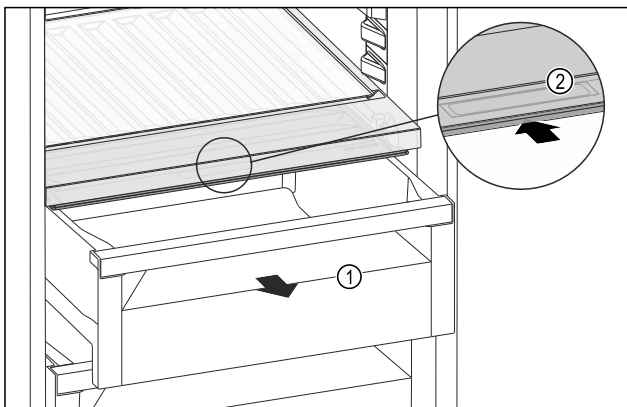

Fig. 177
- Vedä säilytyslokeron Fig. 177 (1) ulos.
- Tartu lokeron kannessa olevaan tartuntakohtaan Fig. 177 (2) ja vedä lokeron kantta samanaikaisesti taaksepäin.